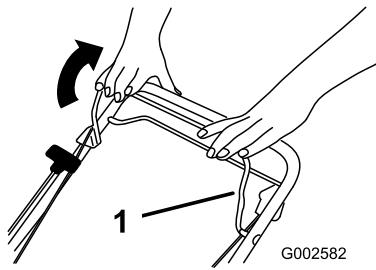

Figure 14
2. Maintenez la barre de commande de la lame (Figure 14) contre le guidon.